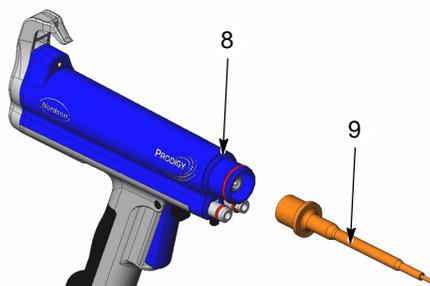

Figura 4 Remoção do suporte da resistência
7. Consulte a figura 4. Desenrosque o suporte da resistência (9) desligando-o do multiplicador (8).
4. Consulte a figura 4. Enrosque o suporte da resistência no multiplicador (8).